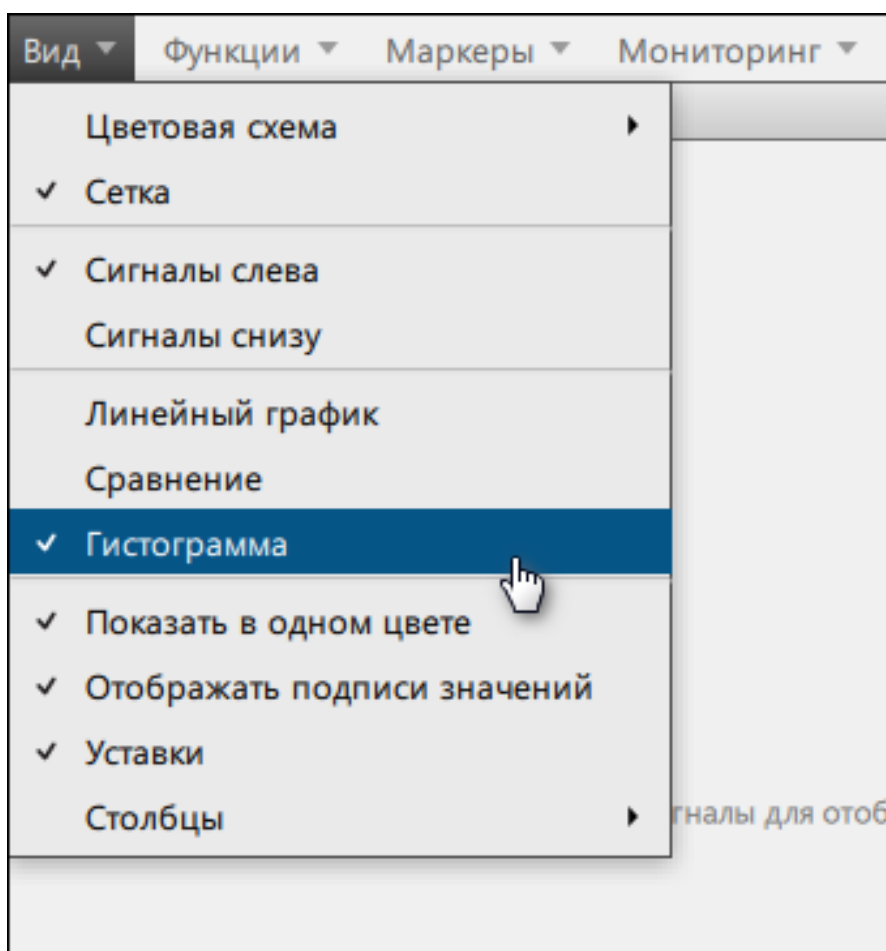

Рисунок 56 - Добавить гистограмму
2. В открывшемся окне выберите **Вид** → **Гистограмма** (Рисунок 56).